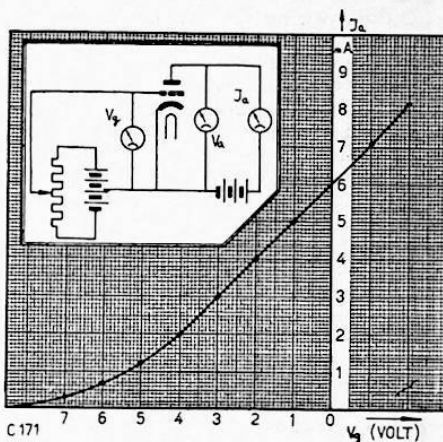

Fig. 2.
*horizontale* as noemen we nu in dit geval de *spannings-as* en de *verticale* as de *stroom-as*. Ieder deelstreepje op de spannings-as komt dan b.v. overeen met 1 Volt, 10 Volt enz., terwijl een deelstreepje op de verticale as overeenkomt met 1 mA, 10 mA o.i.d. Deze getallen hangen natuurlijk of van de waarden die men gebruikt. Met het eenvoudige schema van fig. 2 doen we nu de volgende metingen: We meten n.l. bij verschillende stroommen de spanningsverschillen aan de uiteinden van de weerstand, waarbij we dan den stroom door de voltmeter verwaarloozen en maken van deze metingen een lijstje. Deze metingen brengen we nu op de volgende manier in tekening: We teekenen nu een punt op het snijpunt van de verticale lijn behorende bij 1 Volt en de horizontale lijn behorende bij 1 mA. Dit punt komt dan overeen met de toestand van 1 mA stroom door de weerstand en een spanningsverschil van 1 Volt aan de uiteinden van de weerstand. Dit doen we voor alle gemeten waarden van stroom en spanning en krijgen aldus een serie punten die verschillende toestanden van stroom en spanning voorstellen. Wanneer we nu deze punten door een lijn verbinden, krijgen we de *grafische voorstelling* van de *Wet van Ohm* of de *karakteristiek* van een *Ohmsche weerstand*. Het blijkt dat deze lijn een rechte lijn is wat uit gelijkvormigheid van driehoeken eenvoudig is te bewijzen. Het is duidelijk dat deze karakteristiek door den oorsprong gaat, immers, als de stroom door de weerstand nul is, is het spanningsverschil aan de uiteinden van de weerstand ook nul. Bovenstaande karakteristiek geldt voor een weerstand van 1000 Ohm. Zouden we er een teekenen voor een weerstand van 2000 Ohm, dan zouden we een lijn vinden, die ook door den oorsprong gaat, maar die minder steil verloopt. Wat ook duidelijk is, immers, bij een bepaald spanningsverschil aan de uiteinden van de weerstand gaat er door de weerstand minder stroom naarmate de weerstand hoger is.
We willen nu van de wet van Ohm afstappen en een eenvoudige karakteristiek bepalen van een radiobuis, n.l. een triode en wel de  $I_a - V_g$  karakteristiek, dus een grafische voorstelling die het verband aangeeft tusschen de roosterspanning  $V$  en den daardoor ontstane plaatstroom  $I$ . Fig. 2 toont  $U$  het schema. Met de potentiometer in den roosterkring kunnen we aan het rooster willekeurige spanningen toevoeren, positief, zoowel als negatief t.o.v. den gloeidraad. Op de voltmeters  $V_g$  en  $V_a$  lezen we de spanningen en houden deze constant. Bv. 4 Volt en 200 Volt. De Voltmeter  $V_g$  geeft de roosterspanning aan die aangelegd wordt. Bij iedere waarde van de roosterspanning lezen we de plaatstroom op de meter  $I_a$ , en maken van
Gaan we de gevonden waarden van plaatstroom uitzetten op een assenstelsel, waarvan de horizontale as de roosterspannings-as of  $V_g$ -as voorstelt en de verticale as de plaatstroom-as of  $I_a$ -as, dan vinden we den vorm van de karakteristiek zooals in fig. 2 ongeveer is aangegeven. De karakteristiek van een triode is zooals blijkt een gebogen lijn, dus de triode is een schakelement hetwelk niet aan de wet van Ohm voldoet omdat de karakteristiek geen rechte lijn is. Echter voldoet voor een bepaald gedeelte ervan de buis wel aan de wet van Ohm n.l. bij het rechte gedeelte. We herhalen hier volledigheidshalve eenige bekende uitdrukkingen, zooals: ruststroom = OA, afknijppunt = P, roosterruimte = OP.